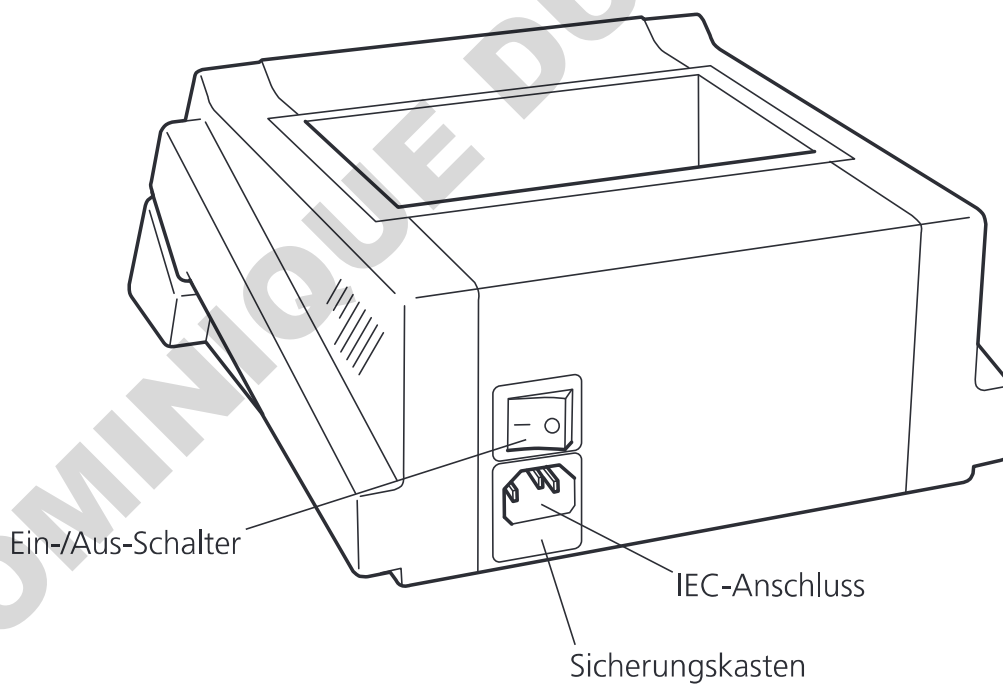

Abbildung 2: Hinteransicht
1. Schalten Sie das Gerät an dem Schalter auf der Rückseite des Instruments ein - siehe Abbildung 2.
1. Schalten Sie das Gerät am Schalter auf der Rückseite des Instruments ein - siehe Abbildung 2.